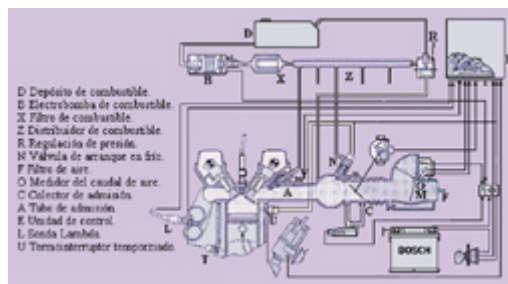

Fig. 11
• Inyección con mando electrónico (fig 11)
El sistema de la fig. 11, representa el modelo L - Jetronic de la casa BOSCH, sistema de inyección discontinua y multipunto.